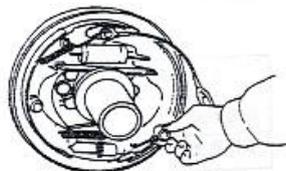

figure 2-26
(5) Bloquez le câble de frein de stationnement à l'aide d'un anneau de retenue en forme de E.
(6) Fixez le sabot de frein avec le ressort de fixation. Voir figure 2-26.